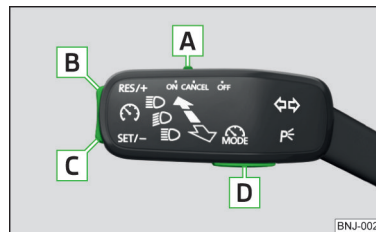

Fig. 119 Elemente de comandă a instalației de reglare a vitezei
**Prezentare generală a elementelor de operare a GRA** » fig. 119